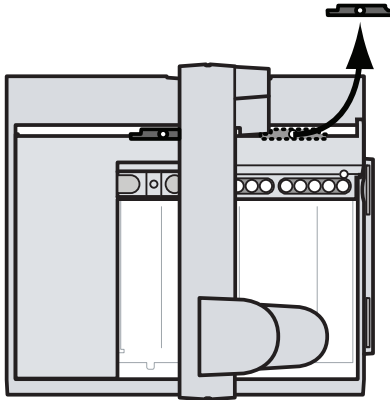

Figure 6 Retrait des deux éléments en plastique du dispositif de blocage
- 3 Retirez les deux éléments en plastique du dispositif de blocage du porte-échantillons et jetez-les (Figure 6).